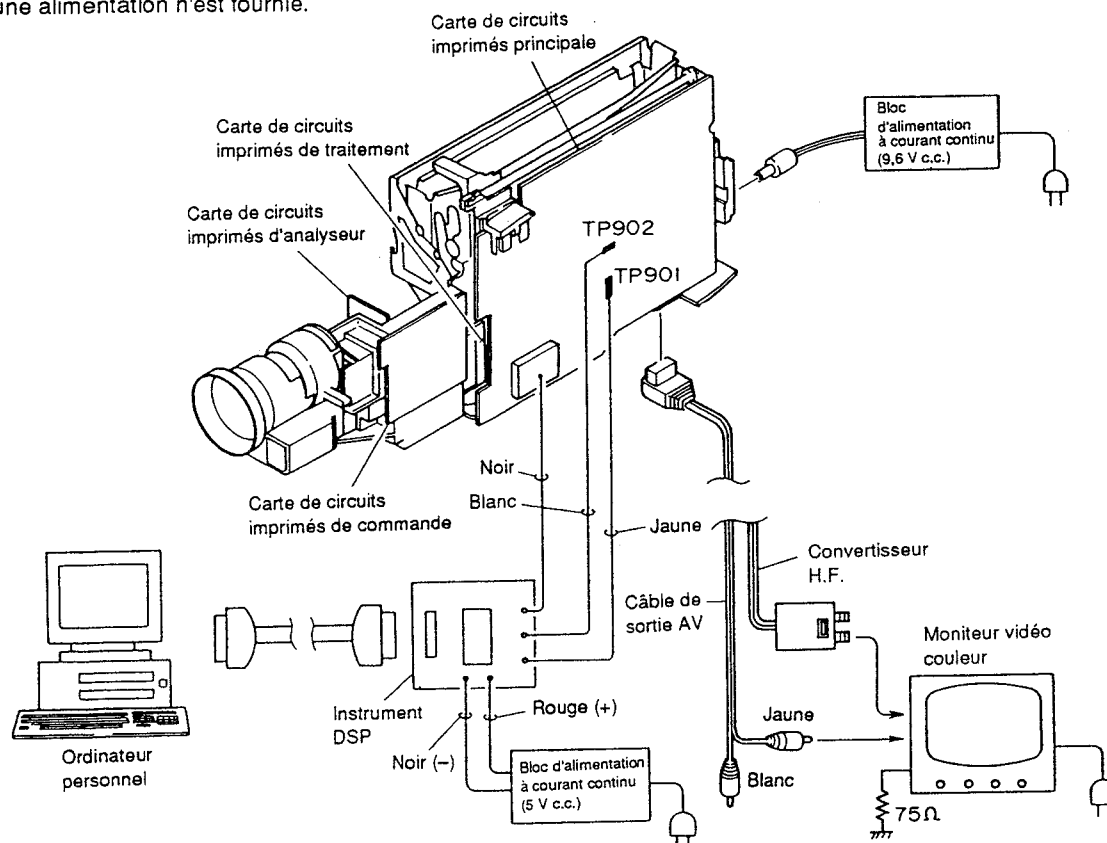

Fig. 4-1
En premier lieu, retirer les éléments et autres dispositifs mentionnés dans le tableau ci-dessous, en se référant au CHAPITRE 2 – DÉMONTAGE (voir la figure 4-1).
- 3) Raccorder cet appareil à un bloc d'alimentation et un moniteur vidéo couleur comme illustré sur la figure 4-1.